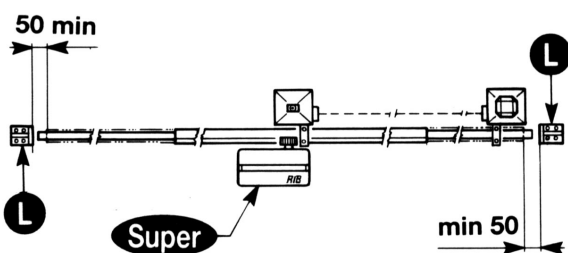

Fig. 2
Outre les fins de course présents sur l'opérateur, il est nécessaire d'installer des butées mécaniques fixes à l'extrémité de chaque course de sorte à arrêter le portail en cas de dysfonctionnement des fins de course électriques. Pour cela, les butées mécaniques doivent être dimensionnées de sorte à supporter la poussée statique du moteur ajoutée à l'énergie cinétique du portail (12) (Fig.2).